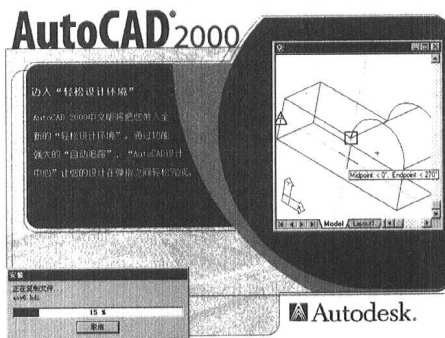

图 1-18
14) 显示 AutoCAD 2000 安装图像, 并开始拷贝文件, 如图 1-18 所示。